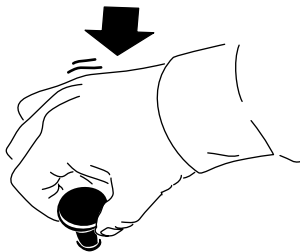

Figura 13
- Presione el interruptor hacia dentro (Figura 13) para desengranar la TDF o desactivar el accesorio.